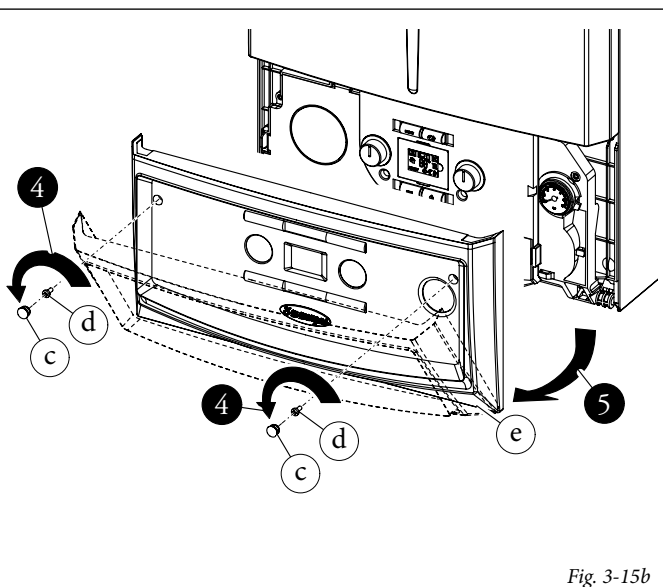

Fig. 3-15b
• **Frontalino (Fig. 3-15b).**